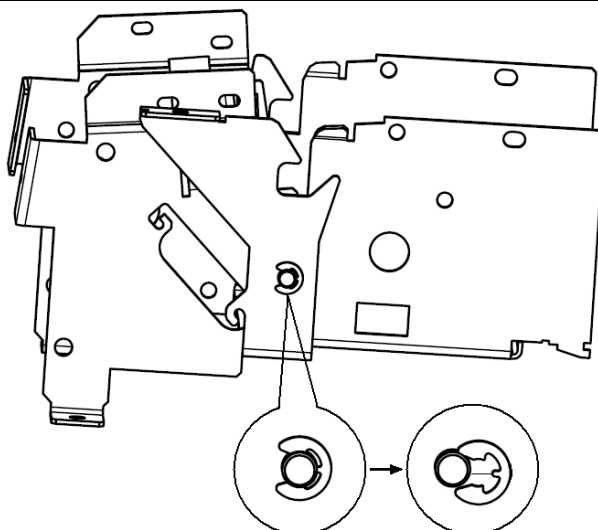

Рис.17 Снятие стопорной шайбы
3. Снимите стопорную шайбу (см. Рис. 17).